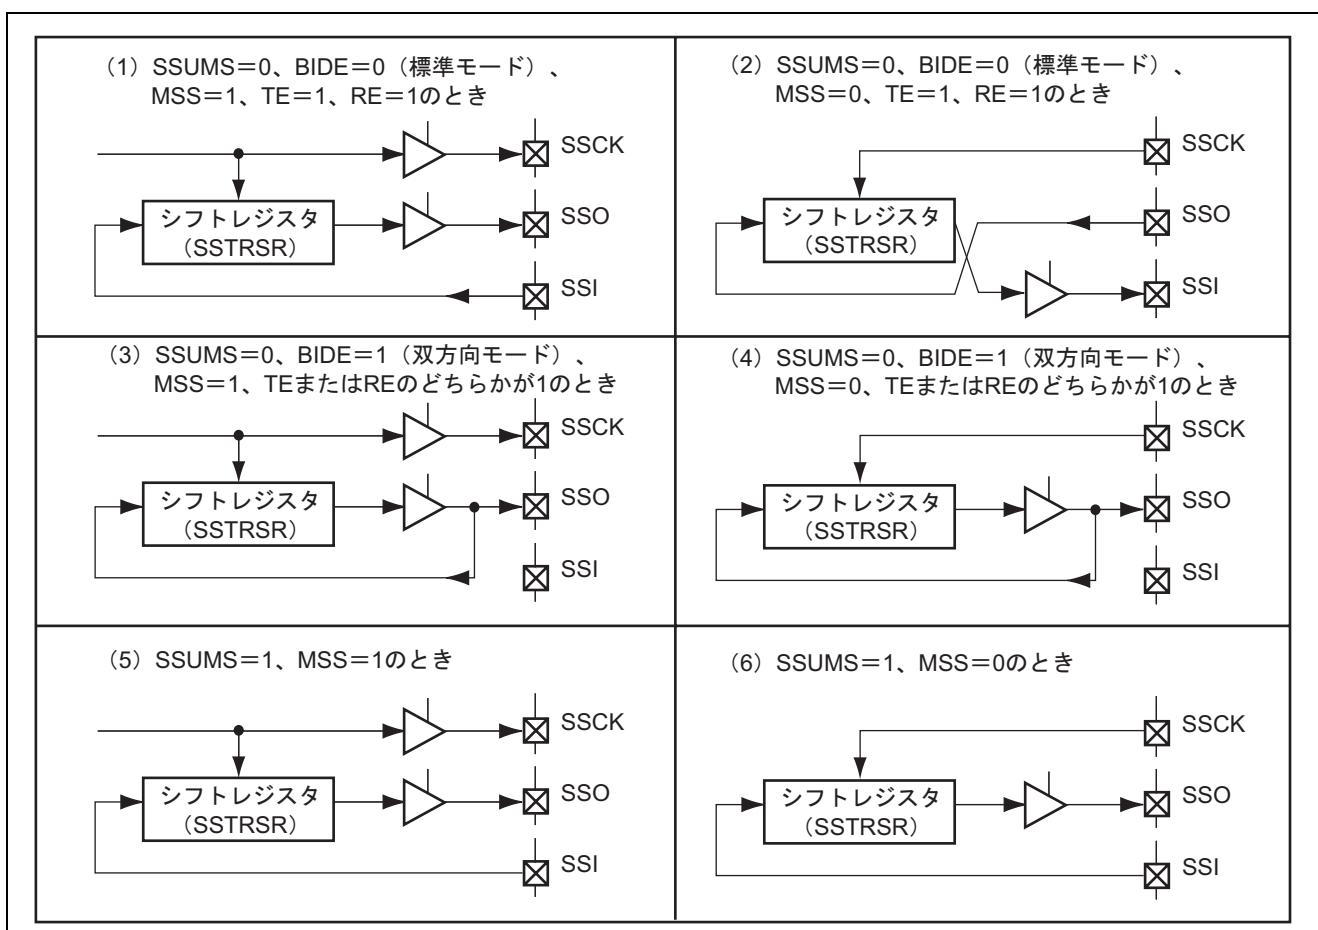

図 20.3 データ入出力端子とシフトレジスタの関係
SSCRH の MSS、BIDE と、SSCRL の SSUMS の組み合わせにより、データ入出力端子と SS シフトレジスタ (SSTRSR) の接続関係が変わります。これらの接続関係を図 20.3 に示します。
SSU は、BIDE=0、MSS=1（標準、マスタモード）で動作しているとき、SSO 端子からシリアルデータを送信し、SSI 端子からシリアルデータを受信します（図 20.3 (1)）。また、BIDE=0、MSS=0（標準、スレーブモード）で動作しているとき、SSI 端子からシリアルデータを送信し、SSO 端子からシリアルデータを受信します（図 20.3 (2)）。
BIDE=1（双方向モード）では、マスタモード、スレーブモードに関わらず、SSO 端子からシリアルデータの送信または受信を行います（図 20.3 (3)、図 20.3 (4)）。
SSUMS=1 で動作しているとき、SSO 端子からシリアルデータを送信し、SSI 端子からシリアルデータを受信します。MSS=1 のときは SSCK 端子から内部クロックを出力し、MSS=0 のときは SSCK 端子は入力端子となります（図 20.3 (5)、図 20.3 (6)）。